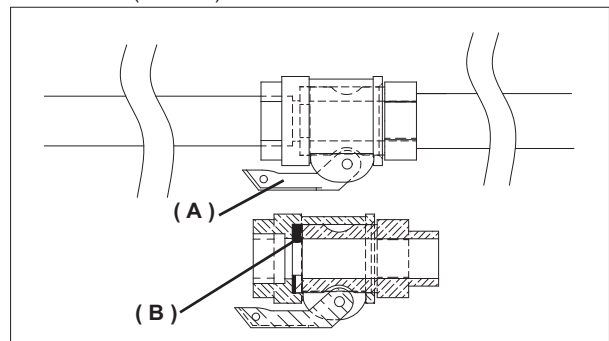

ABB. 6A
Nach der Aufstellung der Maschine einen Eimer Zementbrei (ca. 10 l) vorbereiten. Diesen in den Maschinentrichter oder bei färbenden Produkten direkt in den Maschinenschlauch gießen und diesen erst danach anschließen. In letzterem Fall etwa 10 l Farbprodukt in den Trichter gießen. Den einwandfreien Gebrauchszustand der Materialschläuche und der Anschlüsse sowie die korrekte Montage der Dichtungen prüfen und die Schläuche dann an die Fördersammelleitung und an die Sprühpistole anschließen. Sicherstellen, dass die Nockenhebel (A) der Anschlüsse korrekt arretiert sind und die Dichtung (B) abbildungsgemäß montiert ist (siehe Abb. 6a).